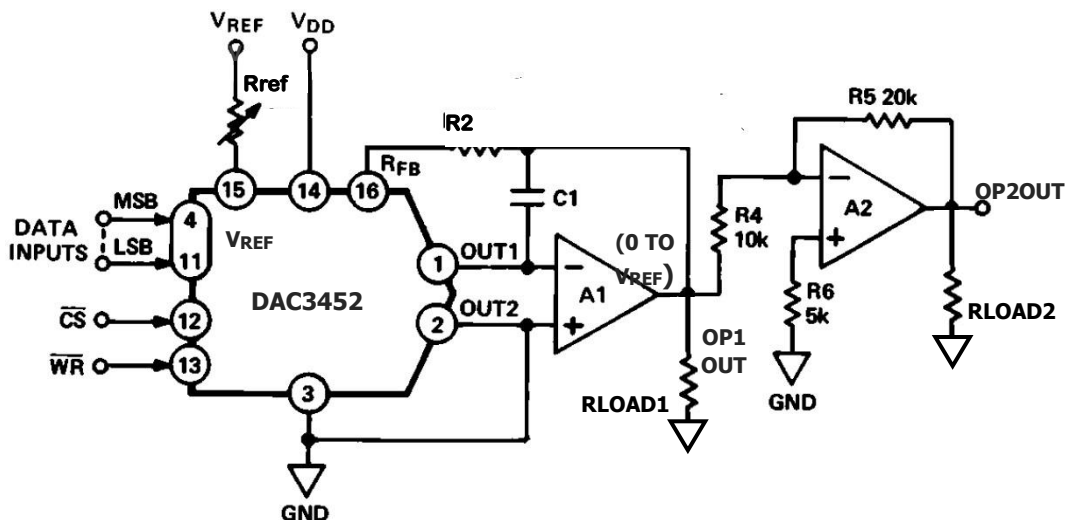

Figura 2. Bloco DAC com os OpAmps
Para a simulação do circuito extraído, um circuito de *testbench* será fornecido aos grupos. A Figura 2 ilustra o *testbench* que conterà três blocos: o DAC e dois (2) opamps, A1 e A2, estes baseados no chip LM107. Além dos blocos (chips), resistores e capacitores discretos são também incluídos.
O circuito da Figura 2 é um similar ao encontrado no datasheet do AD7524. O *testbench* é baseado nesta figura, sendo que valores de resistência foram ajustados para ganhos diferentes para A1 e A2. Particularmente, R_{REF} , R2 e RLOAD1 foram ajustados para que o ganho de A1 fosse -1 em relação às V_{REF} (você perceberão que os valores R2, de realimentação, afastam-se de caso ideal de OpAmp. Já R4 e R5 foram ajustadas para que A2 tivesse um ganho de -2.